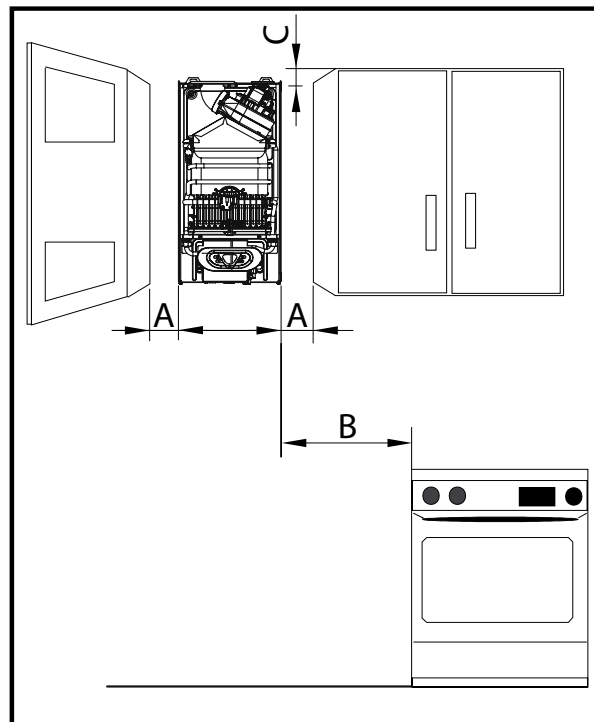

fig. 7 - Distanze minime
- All'interno dell'imballaggio si trova la dima di montaggio dell'apparecchio. Sistemarla sul muro all'altezza richiesta (**verificare le distanze, fig.7**) e livellarla servendosi di una livella a bolla.